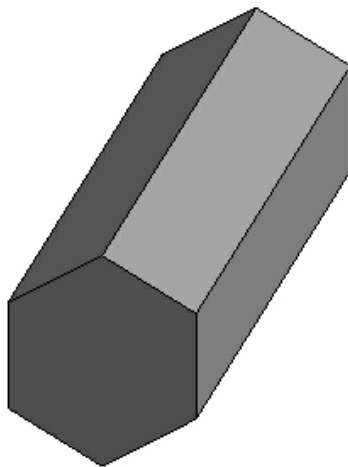

图7-68
(5) 单击“修改|放样”选项卡中的“完成”按钮，完成放样建模，如图7-68所示。